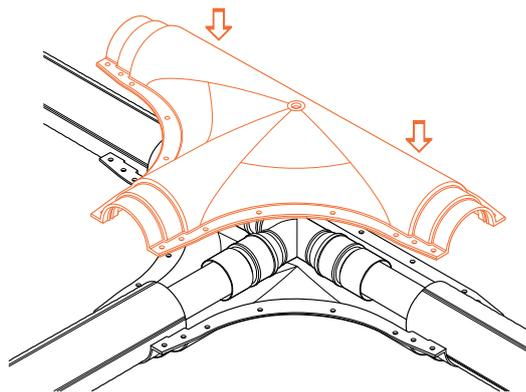

Рис. 4.6.5
- Установить трубу с фитингом в обжимное устройство (рис. 4.6.5).
- Установить верхнюю половину защитного кожуха; совместить отверстия для болтов на верхней и нижней половинах кожуха (рис. 4.6.5).